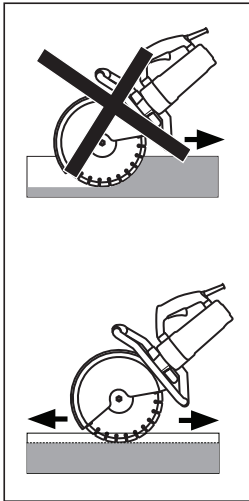

FIG. 17
- Acerque suavemente la hoja a la pieza de trabajo. El rendimiento es mejor cuando se hace un corte recto hacia delante a lo largo de la línea de corte marcada previamente. No corte a una profundidad superior a 50 mm (2"). **(Fig. 17)**